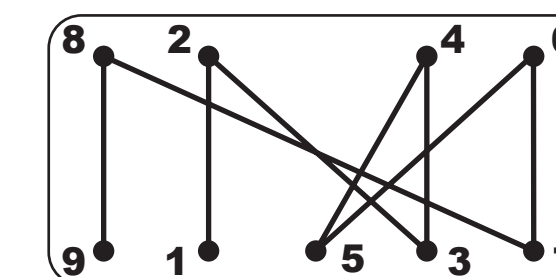

Fig. 3
12. Tighten clips in sequence (see figure 3). **DO NOT OVERTIGHTEN.**
12. Serrez les attaches de fixation en séquence. (Voir la figure 3.) **NE PAS TROP SERRER.**